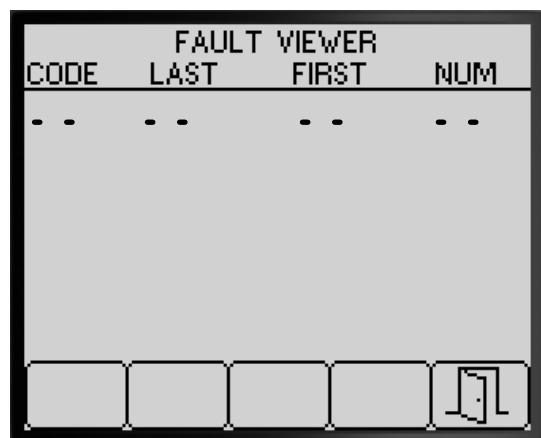

Рисунок 87
3. Просмотрите неисправности, зарегистрированные в системе опрыскивателя (Рисунок 87).
4. Нажмите кнопку 5, чтобы выйти из экрана FAULT VIEWER (ПРОСМОТР НЕИСПРАВНОСТЕЙ) и вернуться на экран DIAGNOSTICS (ДИАГНОСТИКА) (Рисунок 87).
4. Нажмите кнопку 5, чтобы выйти из экрана ABOUT (СВЕДЕНИЯ О МАШИНЕ) и вернуться на экран DIAGNOSTIC (ДИАГНОСТИКА) (Рисунок 87).